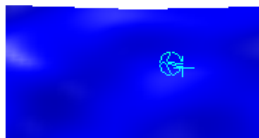
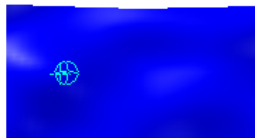

图 5.3.45 箭头
图 5.3.46 定义打断位置
Step3. 定义分割曲面和打断位置。选取图 5.3.42a 所示的曲面为分割曲面，此时在该曲面上出现“箭头”，如图 5.3.45 所示。拖动鼠标将“箭头”移动到图 5.3.46 所示的位置，再次单击鼠标，完成分割曲面和打断位置的定义。